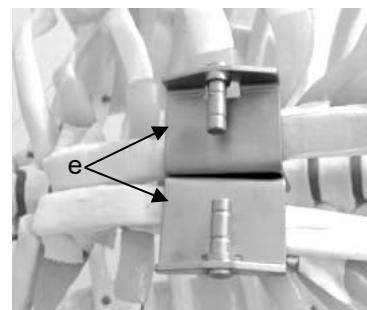

Fig. 11a
- 7 Selon l'objectif de l'opération et l'espace de montage disponible, les valves peuvent être reliées au cadre d'écarteur avant ou après la mise en place dans la fente de sciage. La dernière option s'applique généralement avant tout à la sternotomie avec incision en Z. Approche recommandée : insérer les deux valves (e) MRY-2 qui présentent une « lèvre inférieure » extrêmement petite l'une après l'autre dans la fente de sciage (cf. Fig. 11a).